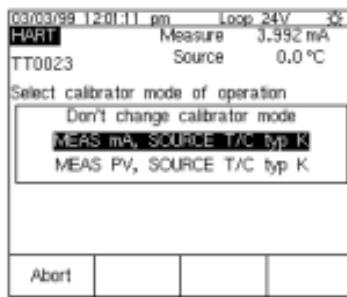

图 12
2. 再按 键，仪器将提示您选择 744 的设置(图 12)。选择 MEAS mA, SOURCE T/C type K 将设置校准器测量变送器的模拟 mA 输出，并对 3144 的输入端送出正确的温度激励值。(选择 MEAS PV, SOURCE T/C type K 将设置 744 评估来自变送器的数字 PV 输出)。按 进行选择。